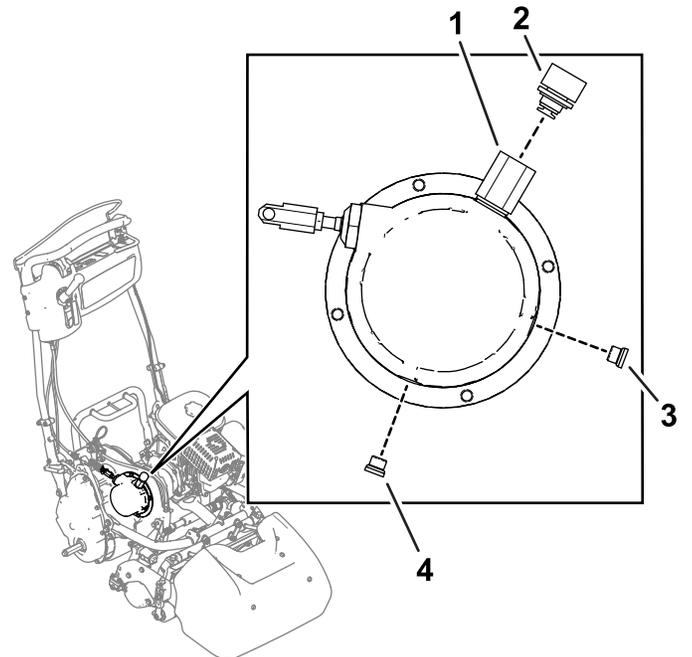

Bild 48
1. Entfernen Sie die Entlüftung am Entlüfter der Getriebebaugruppe (Bild 48).
2. Entfernen Sie den Ablassschraube (Bild 48) und lassen Sie das Getriebeöl aus dem Getriebegehäuse ablaufen.
6. Entfernen Sie den Ölstandsschraube (Bild 48), um den Füllstand zu bestätigen.